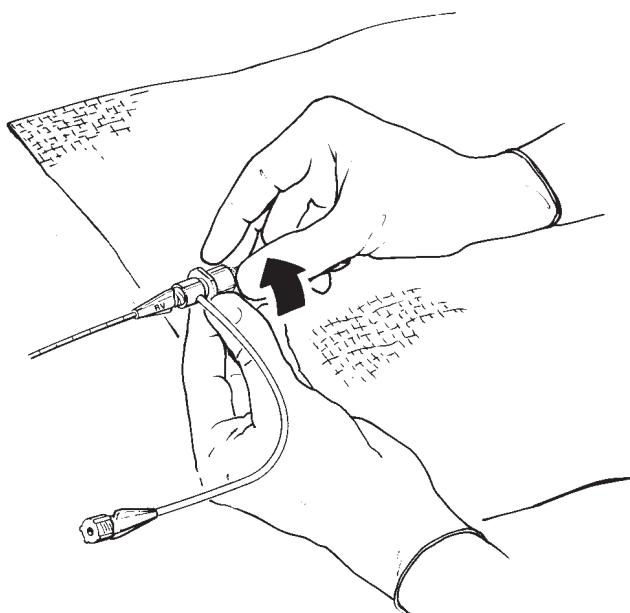

Figure 7. Securing probe to T-B adapter ■ **Figure 7.** Fixation de la sonde à l'adaptateur T-B ■ **Abbildung 7.** Fixieren der Sonde am T-B-Adapter
■ **Afbeelding 7.** De sonde vastzetten op de T-B-adapter ■ **Figur 7.** Fastgørelse af probe til T-B-adapter